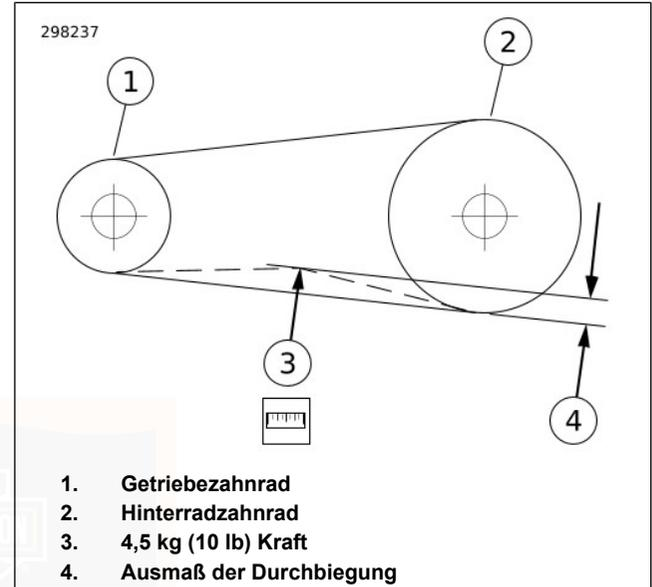

Abbildung 78. Riemendurchbiegung überprüfen
- b. **Alle anderen Modelle:** Siehe Abbildung 78. Bei stillgehaltenem Messgerät Riemendurchbiegung (4) messen.